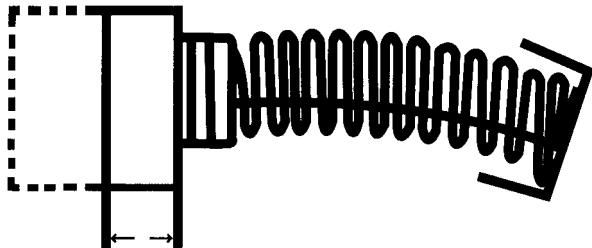

Figure 10 – Usure des balais du moteur
1. Les balais du moteur doivent être remplacés dès que leur épaisseur tombe à 6 mm ( $\frac{1}{4}$  po) sinon, ils produiront des étincelles. Les deux balais doivent être remplacés simultanément (Figure 10).